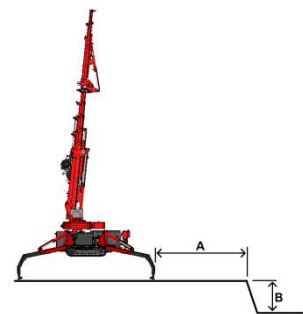

Abbildung 33
- Wenn der Kran in der Nähe eines Grabens oder einer Steigung aufgestellt wird, wird empfohlen, dass der Abstand A vom Stützfuß bis zum Rand mindestens zweimal so groß ist wie die Tiefe B des Grabens (siehe *Abbildung 33*).